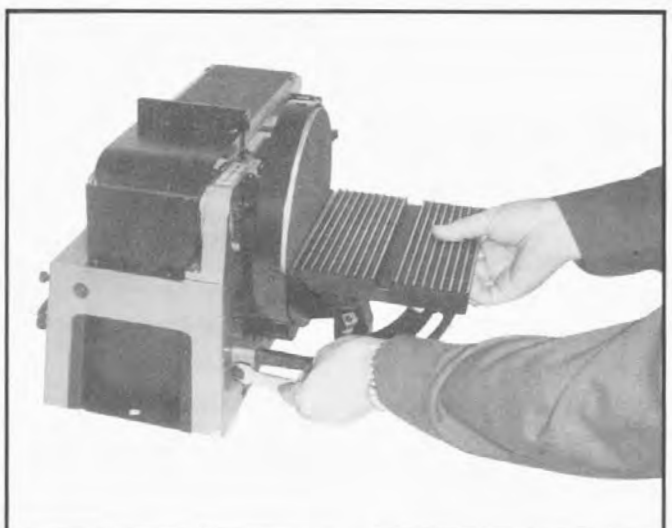

Fig. 7
Mettez l'arbre dans le trou de la carcasse de la machine (voir figure 7) et fixez-le avec la vis (pos. 37).